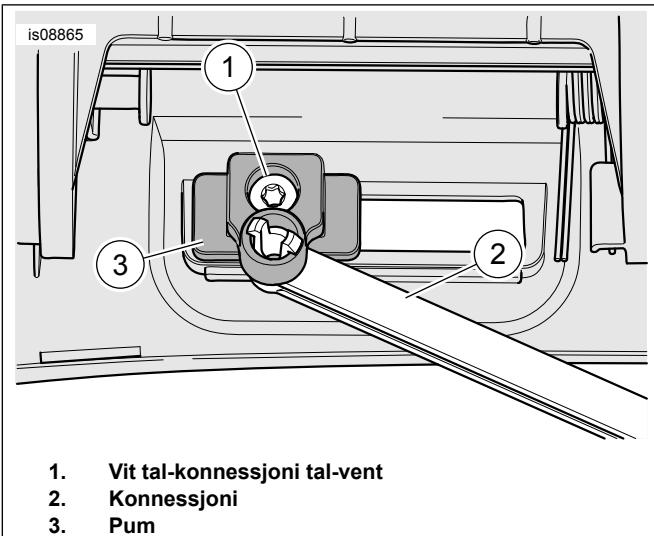

Figura 4. Vit tal-Konnessjoni tal-Vent
- Ara Figura 4 . Neħħi l-vit (1). Aqla' l-konnessjoni (2). Installa fuq in-naħha ta' quddiem tal-kompartiment il-ġdid. Issikka. Momentum: 1,3–2 N·m (12–18 **in-lbs**)